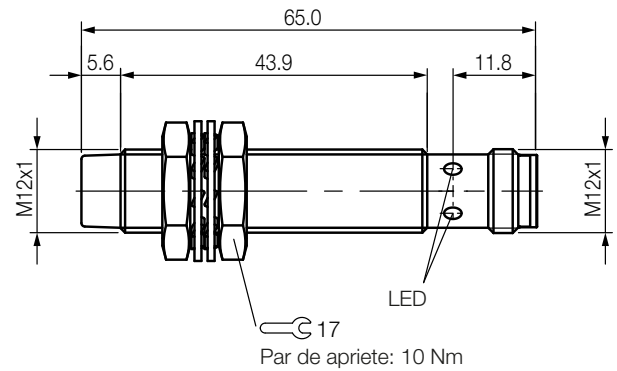

Fig. 3-1: Sensores de distancia BAW M12MI-BLC35C-S04G y BAW M12MH-BLC70G-S04G, estructura
- Tenga en cuenta los pares de apriete, véase Fig. 3-1.